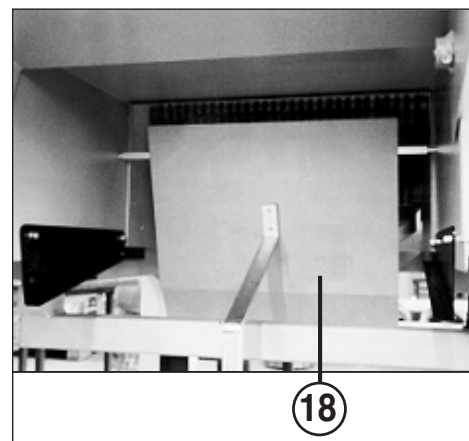

Fig. 3
- O **sistema de bloqueio (2)** está desbloqueado?
- O **interruptor principal (1)** está ligado?
- A **ripa de emergência-desligação (14)** está desbloqueada?
- O **recipiente de recolha (23)** é puxado completamente por baixo?
- O **recipiente de recolha (23)** está cheio?
- A **válvula de comando (18)** (fig. 3) é livremente móvel para a indicação "Recipiente de recolha cheio"?